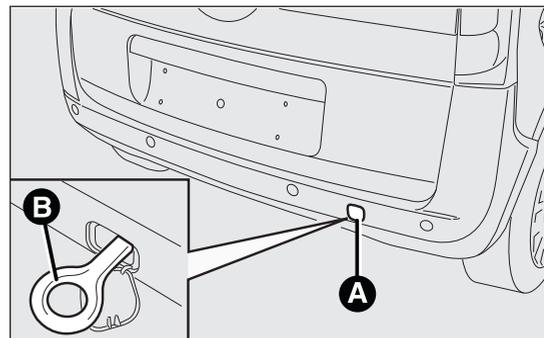
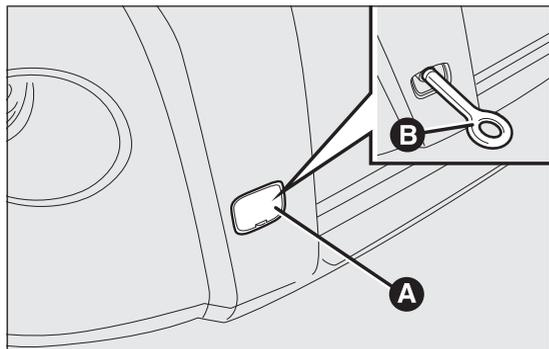

fig. 165
fig. 166
- sganciare il tappo A fig. 165 fig. 166;
- prelevare l'anello di traino B fig. 165 fig. 166 dalla borsa attrezzi;